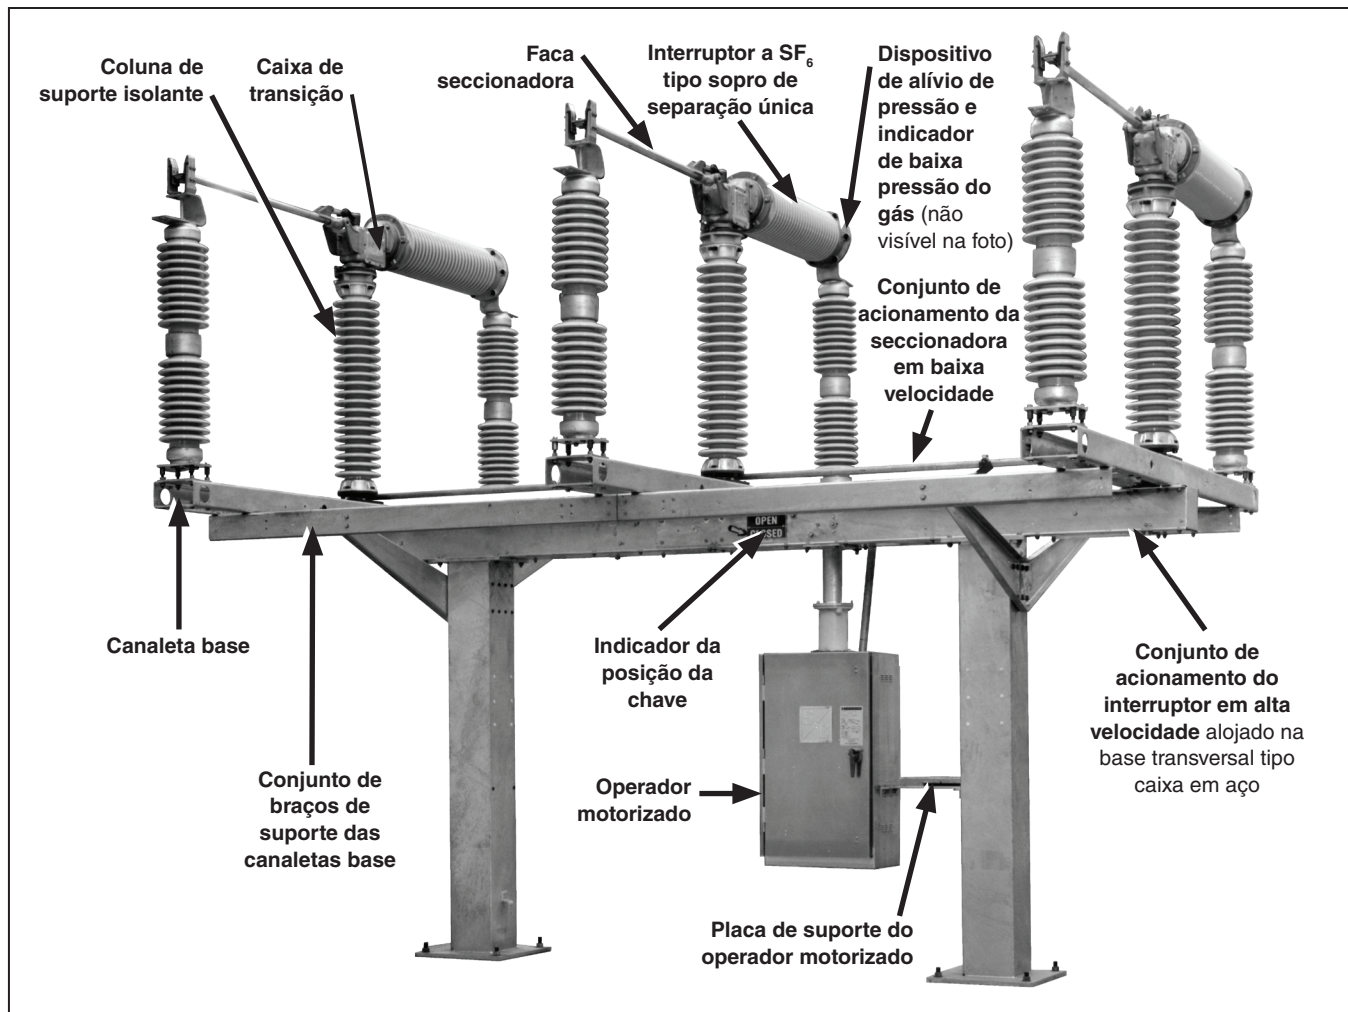
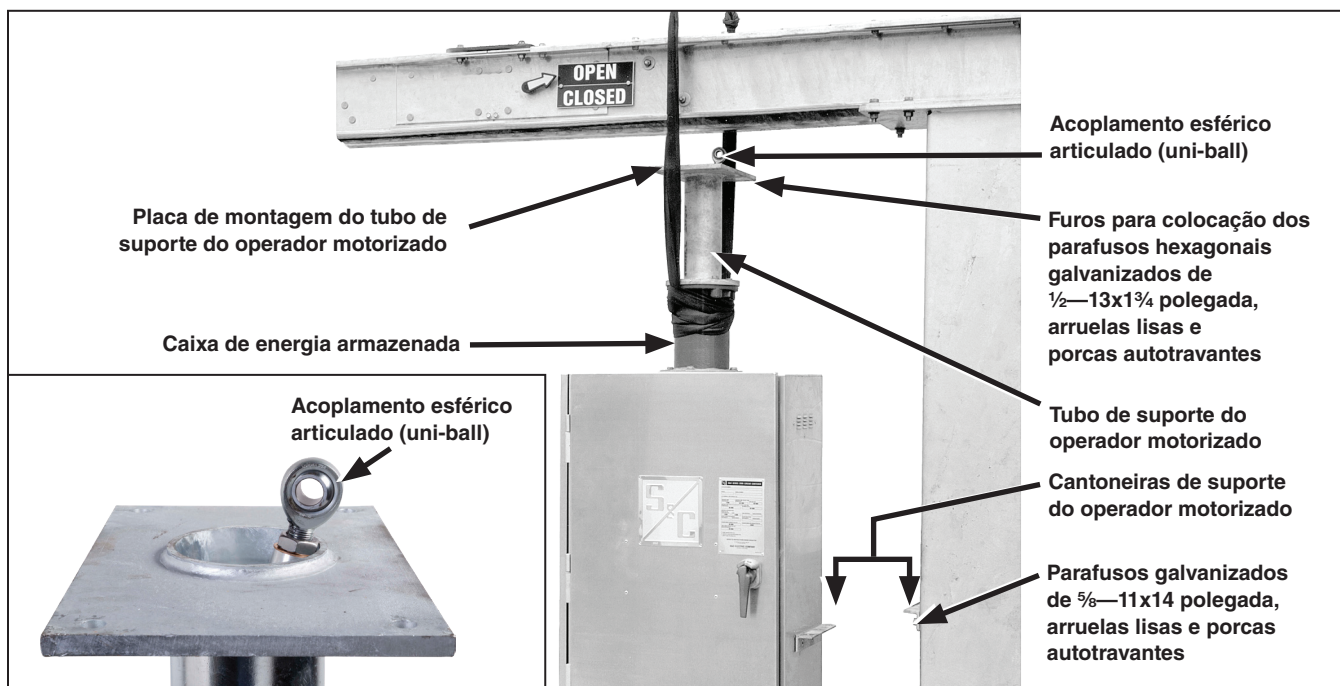

Figura 1. Circuit-Switcher Série 2000 Modelo 2010 para 138 kV.
Figura 10. Içamento do operador motorizado na posição.
Um conjunto de documentos S&C é encontrado em um envelope impermeável afixado à cobertura de proteção enrolada em torno de uma das colunas isolantes de suporte. Estude cuidadosamente estes documentos e confira a lista de materiais para certificar-se que todas as partes foram fornecidas. O fornecimento de um Circuit-Switcher Série 2000 Modelo 2010 deve incluir os itens abaixo, conforme mostrado na Figura 1 na página 10 e na Figura 2 na página 11.
PASSO 3. Reposicione a correia de içamento na parte da frente da caixa de energia armazenada e coloque outra correia de içamento na parte traseira, como mostrado na Figura 10. Assegure-se que a porta do operador motorizado fique voltada para o mesmo lado do indicador de posição da chave na base de alta velocidade. Em seguida, levante cuidadosamente o operador motorizado até a posição prevista.
PASSO 4. Monte a cantoneira de suporte do operador motorizado ao pedestal respectivo usando o conjunto fornecido formado por dois parafusos hexagonais galvanizados de $\frac{5}{8}$ —11×14 polegada, quatro arruelas lisas e duas porcas autotravantes. Consulte o desenho de catálogo e a Figura 10. Em seguida, monte a placa de suporte do operador motorizado à cantoneira lateral da caixa do operador motorizado e à cantoneira de suporte do operador motorizado no pedestal usando o conjunto fornecido composto de quatro parafusos hexagonais galvanizados de $\frac{1}{2}$ —13×1¼ polegada, arruelas lisas e as porcas autotravantes. Aperte os parafusos de forma firme. Ver Figura 1 na página 10 e Figura 10. Em circuit-switchers usando dois ou três pedestais, coloque os tampões fornecidos em todos os furos não utilizados dos pedestais.